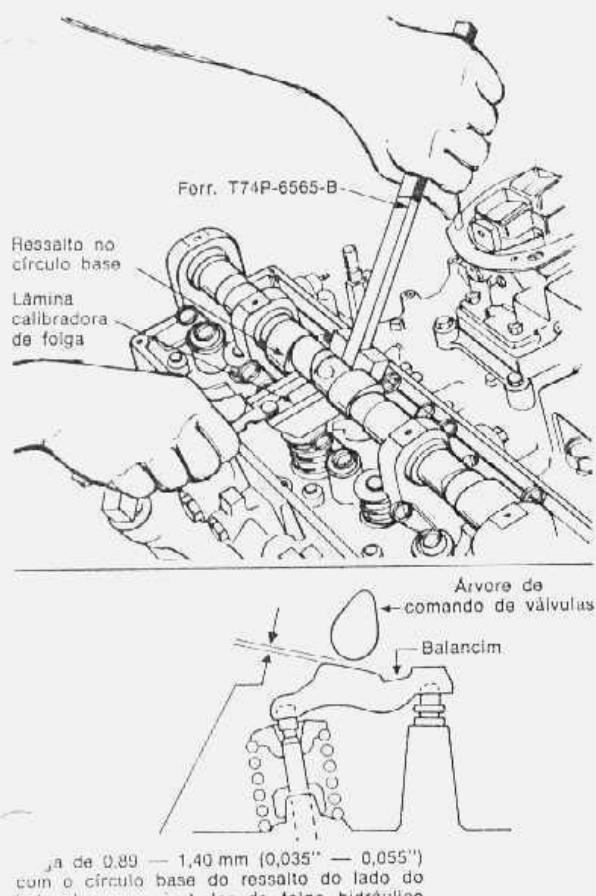

fig. 6 — verificação da folga das válvulas
2. Utilizando a ferramenta mostrada na fig. 6 pressionar vagarosamente o ajustador hidráulico até o mesmo ficar completamente descarregado. Manter o balancim nesta posição e com o uso de lâminas calibradoras, verificar a folga entre a base circular do ressaltado e o balancim (fig. 6).